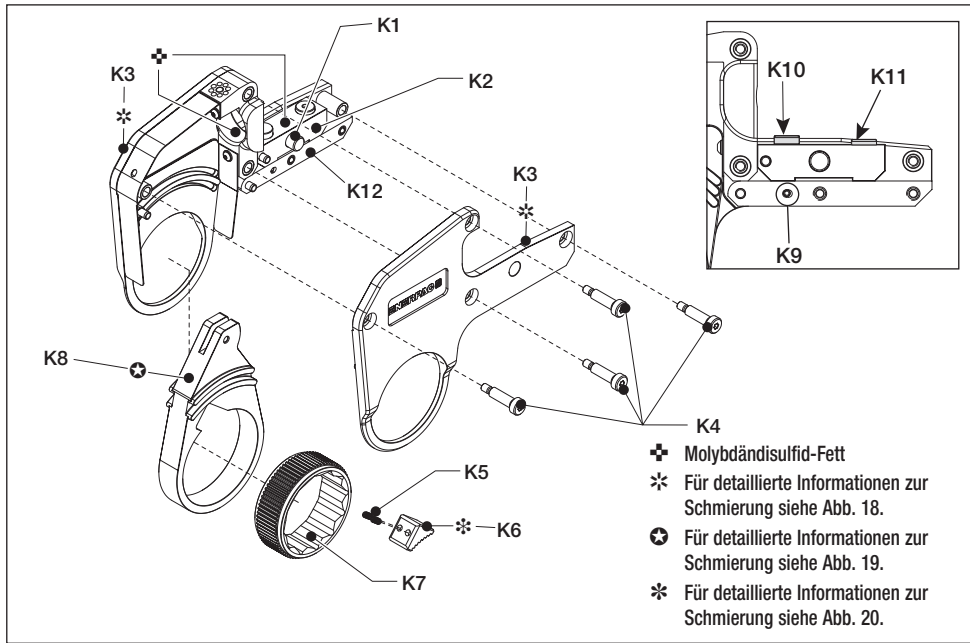

Abb. 16
5.4 Vorbeugende Wartung - Kassette (Abb. 16, 18, 19 und 20)
- Tragen Sie an der Bohröffnung der Zylinder-Aufnahmeplatte und am Stifthalter eine dünne Schicht Molybdändisulfid-Fett auf. Für Schmierstellen mit Molybdändisulfid-Fett siehe Abbildung 16 (⊕).
(Abb. 16, 18 und 19)